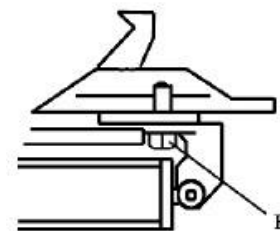

Рис. 19
**Примечание.** Через 20 дней после начала эксплуатации станка проверьте и подтяните крепление кулачков винтами В. Рис. 19